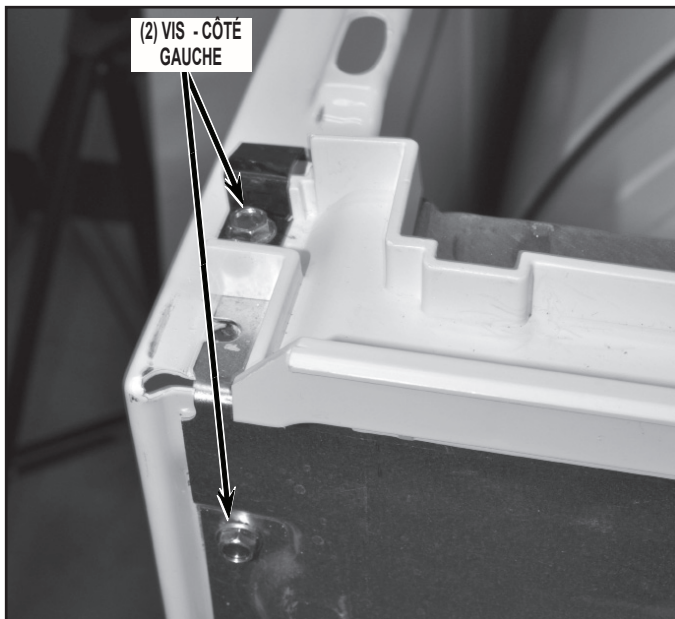

FIGURE 12A
14. Déposer la bride de montage de la console – ôter les deux (2) vis qui assujettissent la bride au panneau du côté gauche de la caisse de l'appareil, les deux (2) vis du panneau du côté droit et une (1) vis sur la bride centrale. Soulever légèrement l'ensemble pour pouvoir le séparer de la sécheuse. Voir les Figure 12A et 12B.